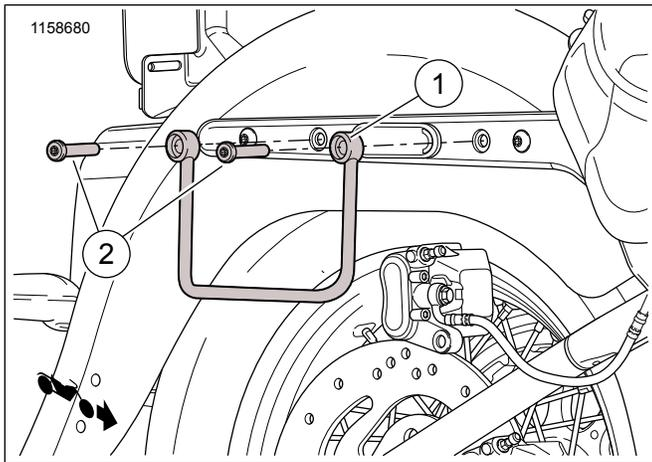

Figura 2. Piezas de servicio: Rieles de soporte de la alforja
Vea Figura 2 y Tabla 1
4. Figura 2 Instale el riel de soporte (1) en el soporte del guardabarros trasero usando el tornillo (2) del kit.
6. Figura 2 Instale el riel de soporte (1) en el soporte del guardabarros delantero usando el tornillo (2) del kit.